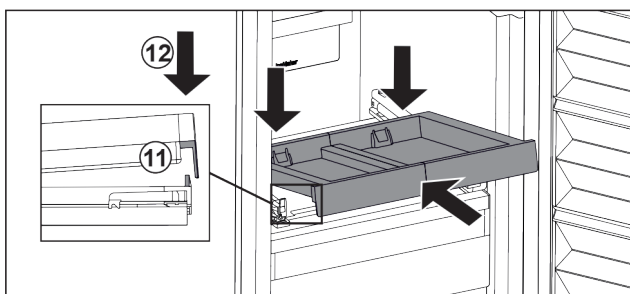

Fig. 37
- ▶ Introducir en posición inclinada. Asegurarse de que a ambos lados, el tope quede detrás de la lengüeta. Fig. 37 (11)
- ▶ Depositar el estante extraíble por delante. Fig. 37 (12)